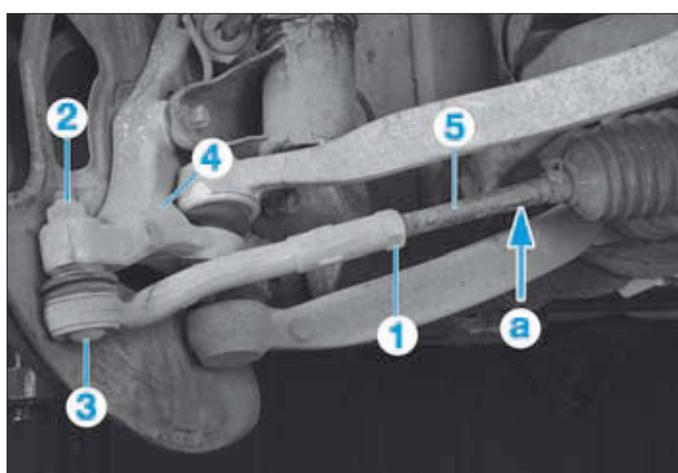

FIG. 7
- Desserrer le contre-écrou (1) de réglage de parallélisme (Fig.7).
- Déposer l'écrou (2).
- A l'aide d'un arrache-rotule, extraire la rotule de direction (3) de la fusée (4).
- Dévisser la rotule de direction (3) en maintenant la biellette de direction (5) en (a) à l'aide d'une clé plate.